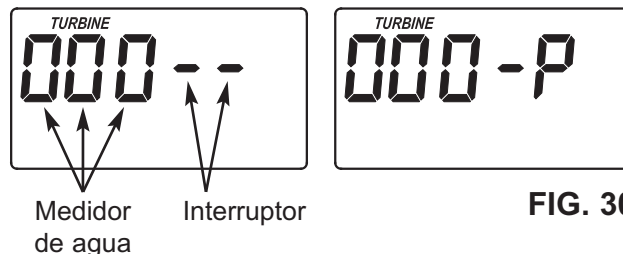

FIG. 30
3. La letra "P" y una raya (o rayas) indican el funcionamiento del interruptor POSITION (Posición) (vea la Fig. 30). Si aparece la letra, el interruptor está cerrado. Si aparece la raya, el interruptor está abierto.